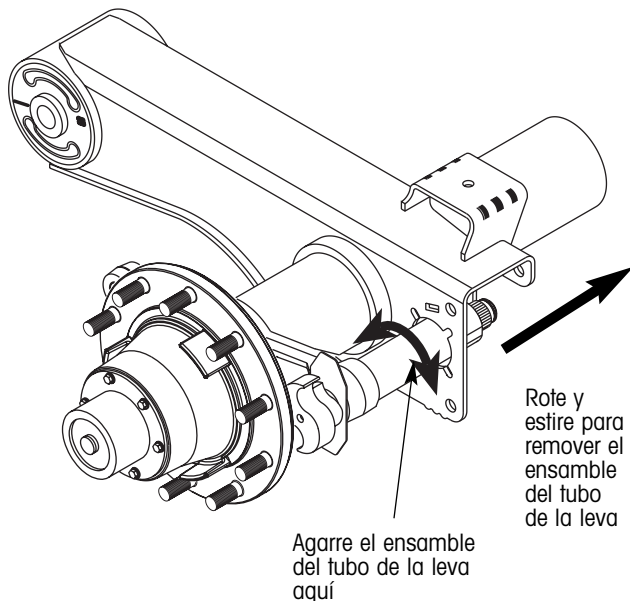

Figura 22. Remoción del ensamble del tubo de la leva-S
11. Libere el ensamble del tubo de la leva de la araña (use un movimiento de rotación hacia adelante y hacia atrás) y deslícelo a través del agujero de montaje en la viga de la suspensión (figura 22). Debido a que el ensamble del tubo de la leva es un componente modular (una pieza), todos los bujes y sellos permanecen dentro de él.